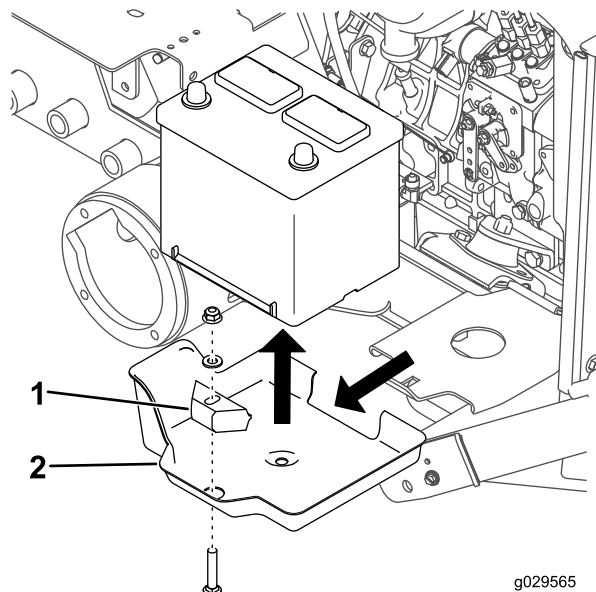

Figura 8
3. Retire el perno de cuello cuadrado, la arandela, la pletina de sujeción de la batería y la tuerca que sujetan el batería (Figura 8).
4. Retire la batería de su bandeja (Figura 8).
5. Retire la bandeja de la batería de la plataforma (Figura 8).